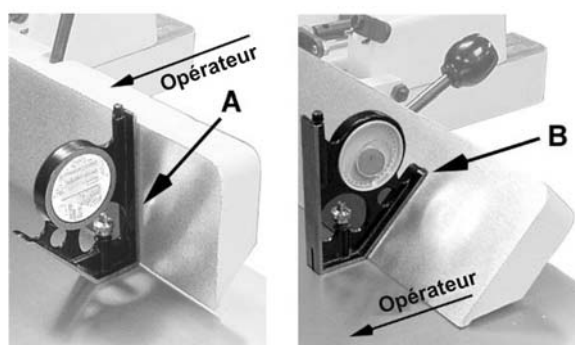

Figure 15
5. Placez un dispositif de mesure d'angle sur la table et contre le guide pour confirmer le réglage de 90° (A, Fig. 15).
6. Si le guide ne forme pas un angle droit avec la table, relâchez le *manche de blocage* (B), desserrez le *contre-écrou* (D) qui maintient le *boulon d'arrêt* (F), puis tournez le *boulon d'arrêt* jusqu'à ce que le guide forme un angle droit avec la table.
7. Serrez le *contre-écrou* (D) pour immobiliser le *boulon d'arrêt* (F) qui retient le réglage.
8. Serrez le *manche de blocage* (B).
1. Desserrez le *manche de blocage* (B).
2. Déplacez la *cale d'arrêt* (C) hors du chemin et placez le guide à un angle de 135° ; le levier d'inclinaison du guide (E) est placé loin de l'opérateur comme le démontre l'illustration. Assurez-vous que le guide est bien installé dans le *boulon de blocage* (H).
3. Serrez le *manche de blocage* (B).
4. Placez un dispositif de mesure d'angle sur la table et contre le guide pour confirmer le réglage de 135° (B, Fig. 15).
5. Pour régler, desserrez les *contre-écrous*, (J) maintenant le *boulon d'arrêt* (H) et tournez le *boulon d'arrêt* jusqu'à ce que le guide atteigne un angle de 135°.
6. Serrez l'*écrou de blocage* (J).